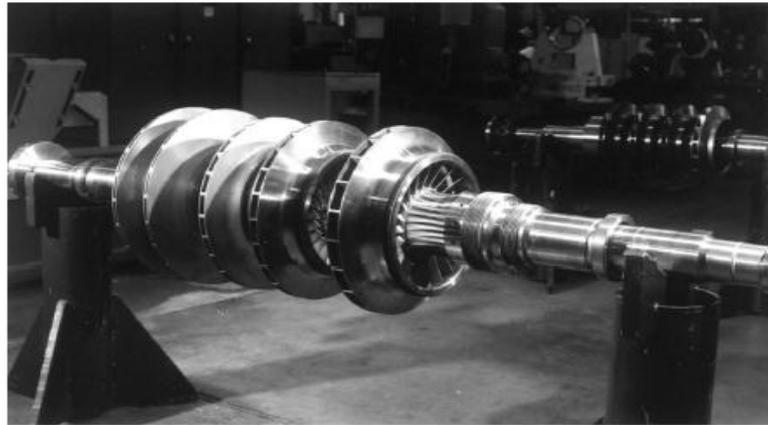

**Fig2.2: Compresseur centrifuge**
Ce type de machine est constitué par (fig.2.2): un corps extérieur (A) contenant la partie du stator dite ensemble de diaphragmes (B) où est introduit un rotor formé par un arbre (C) (figure(2.3), une ou plusieurs roues (D), le tambour ou piston d'équilibrage (E), le collet du palier de butée (F).